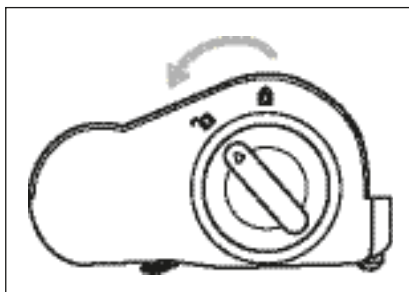

Abb. 22
- 2) Entriegeln Sie die Bürstenrolle **19**, indem Sie die Bürstenrollenentriegelung **18** in Richtung des Symbols **24** (öffnen) drehen (siehe Abb. 22).